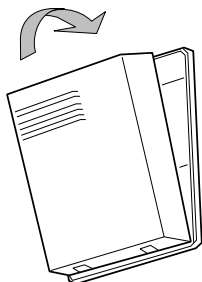

Figure 7 - Mise en place du couvercle
- Enclenchez le couvercle sur la base du carillon. Alignez le rebord inférieur du boîtier avec le bord inférieur de la plaque arrière. Faites tourner le haut du boîtier vers la plaque arrière, puis enclenchez le boîtier en place (voir la Figure 7).